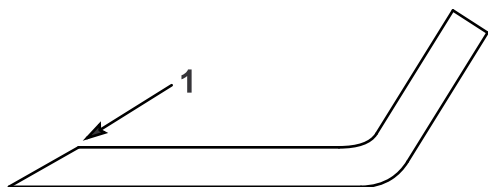

Figura 38
1. Utilice una lima para afilar el filo de corte en ambos extremos de cada cuchilla (Figura 38). Mantenga el ángulo original. La cuchilla permanece equilibrada si se retira la misma cantidad de material de ambos filos de corte.